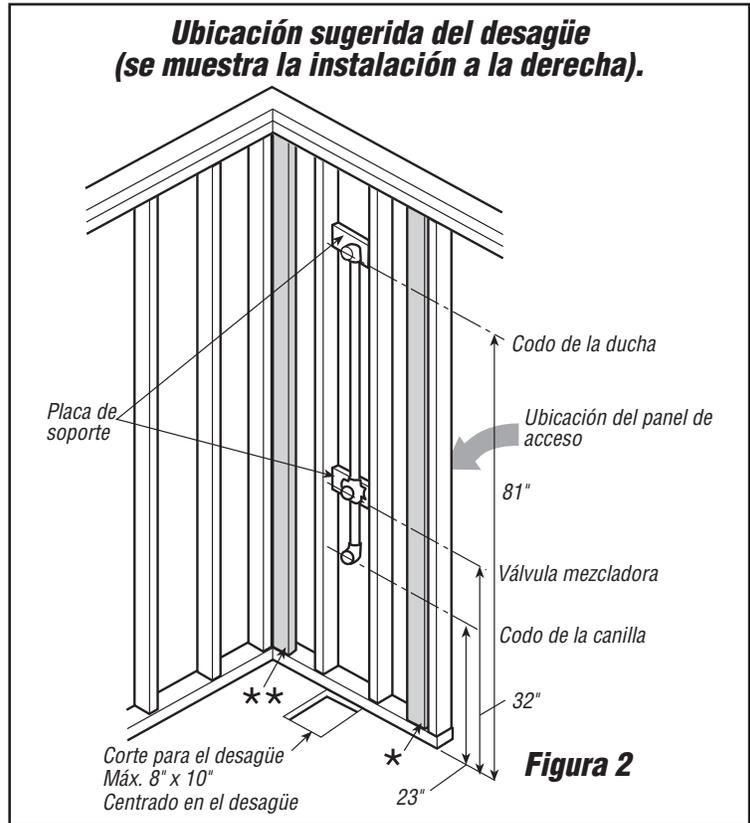

Figura 2
- La cañería deberá instalarse antes que la bañera y/o los paneles de pared. La figura 2 muestra la ubicación sugerida al instalar cañería nueva. Proporcione un panel de acceso en la parte de atrás de la pared con las cañerías. Si la cañería ya existe, verifique que deje suficiente lugar para la bañera y las paredes. Todas las cañerías deben cumplir con las normas locales de construcción.
Haga una plataforma de 2 x 4" (o más alta, dependiendo de los requisitos del desagüe) para elevar toda el área de la bañera y cubrirla con el sub-piso. Esta plataforma debe estar nivelada y a escuadra con las vigas de las paredes. Al instalar cañerías, eleve la plataforma hasta las dimensiones indicadas en la figura 2.